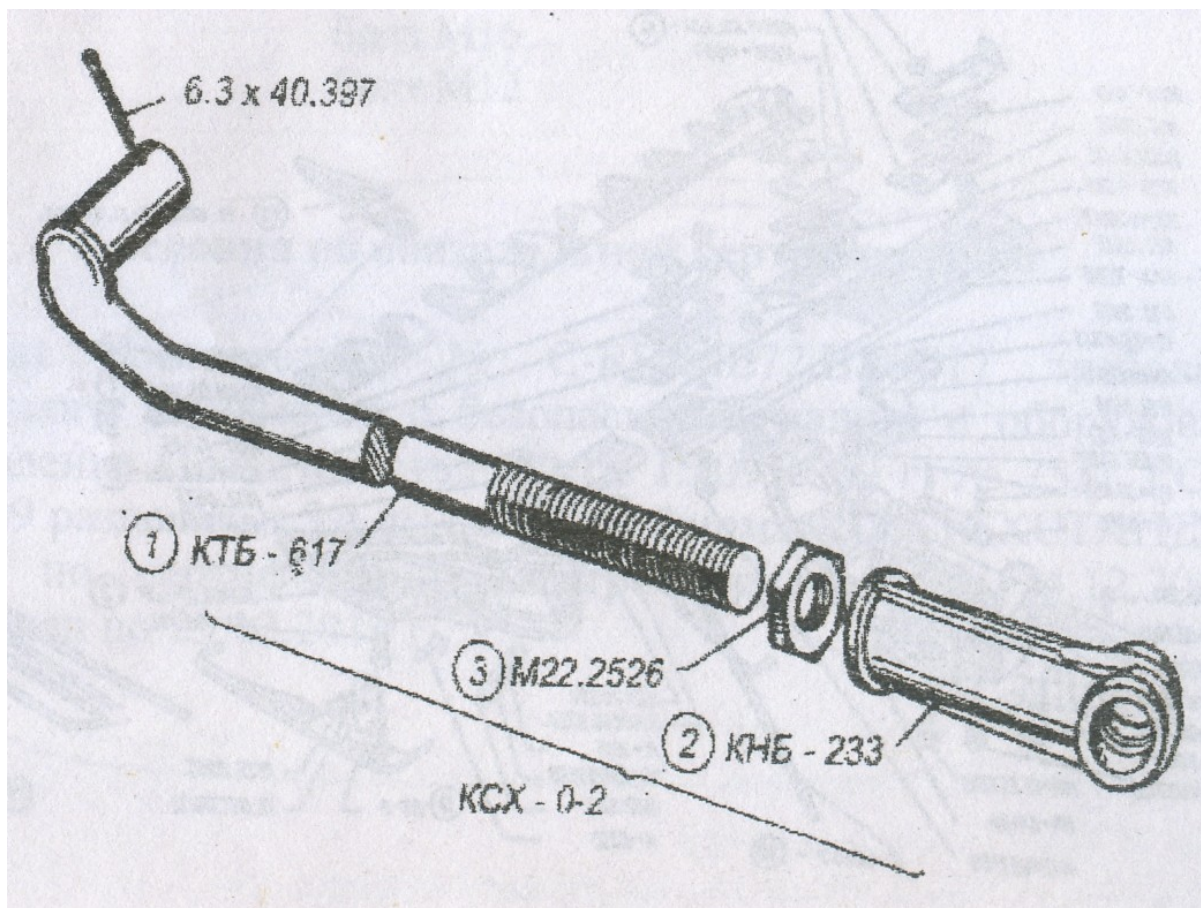

Рис. 6. Шпренгель КСХ-0-2
2.2.7. Шпренгель (рис. 6) состоит из тяги (1), головки шпренгеля (2) и контргайки (3).
4.1.5. Присоедините шпренгель (11) (рис. 6) к оси, вваренной в раму, и установите на ось шайбу и шплинт.